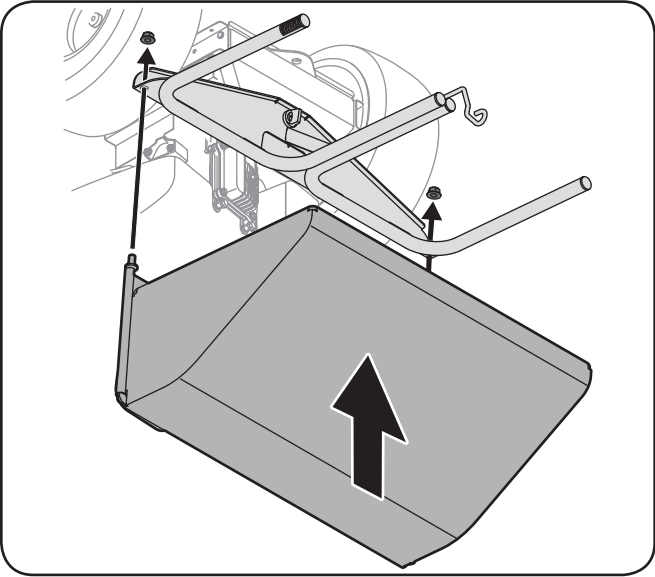

Figure 4-4
5. Enlevez les capuchons protecteurs qui recouvrent les pattes du couvercle du bac récupérateur et installez le couvercle sur le support des sacs collecteurs, comme illustré sur la Figure 4-4. Insérez les pattes du couvercle dans les trous du support des sacs collecteurs. Fixez le couvercle à l'aide de deux contre-écrous à bride 712-04150 de l'ensemble de quincaillerie 683-05063.